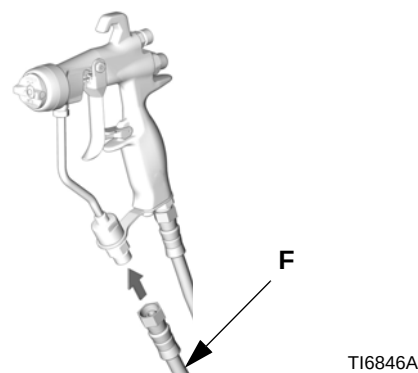

FIG. 4
2. Conecte la manguera de fluido (F) a la entrada de fluido de la pistola. Vea FIG. 4. Si lo desea, para conseguir la mejor maniobrabilidad, instale un conector giratorio de fluido (189018) en la entrada de la pistola. Vea Accesorios, página 35.